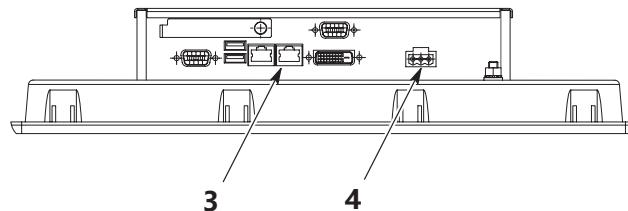

图 6-3 触摸屏 IP 标签和连接
2. 参见图 6-3。注意当前触摸屏背面的 IPS 标签 (1) 上标记的 IP 地址, 以便后续使用。
3. 断开接地连接 (2)。
4. 断开以太网 (3) 和电源线束连接 (4)。
5. 从机柜门或远程显示器外壳的正面支撑住触摸屏 (5)，同时拆下用于固定触摸屏的内六角螺钉(6) 和托架 (7)。
10. 在新的触摸屏上标出旧 IP 标签（如图 6-3 所示）上标记的 IP 地址，然后再关闭机柜或远程显示器。